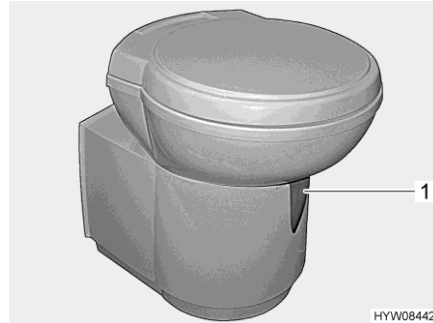

Bild 160 Thetford-toalettskål (svängbar)
- Öppna spjället på Thetford-toaletten före spolning. Skjut för detta spjällspaken (Bild 160,1) moturs.